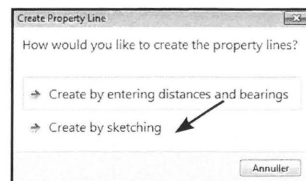

Fig. 10.53. Vælg *Create by sketching*.
- Vælg *Create by Sketching* (Fig. 10.53).